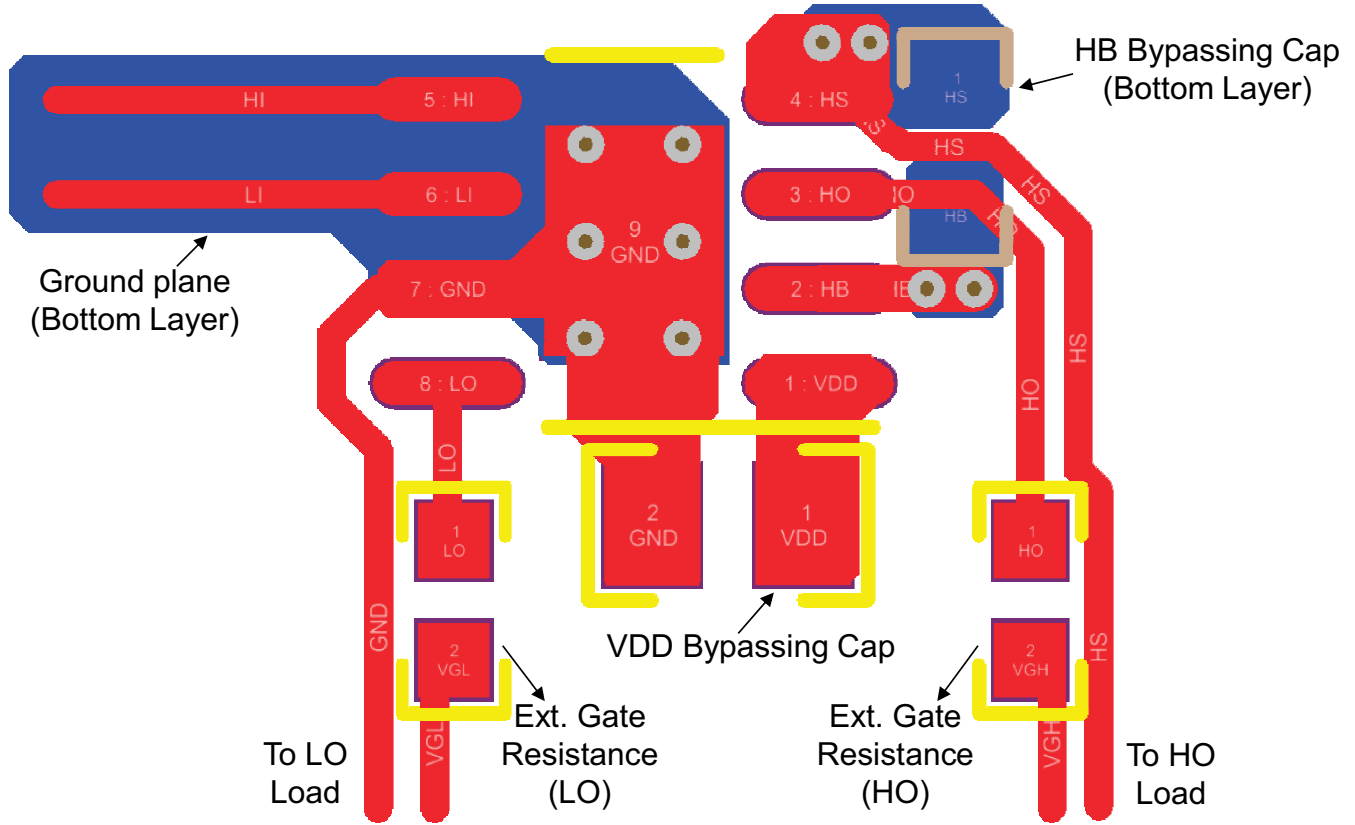

图 9-1. UCC27211A PCB 布局示例
- 将  $V_{DD} - V_{SS}$  和  $V_{HB} - V_{HS}$  (自举) 电容器尽可能靠近器件放置 (请参阅图 9-1)。